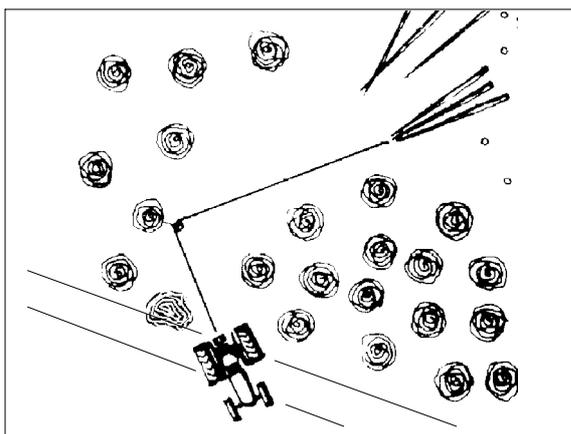

Fig. 23. Bruk en kasteblokk for å unngå å vinsje sidelengs.
1. Velg en horisontal rute med hardt underlag for skrensingen for traktoren. Unngå bratte bakker, spesielt når du vinsjer fra siden. Sjekk at vinsjsporet er klarert og at brekket i traktoren er på. Ikke la traktoren gå på tomgang mens du vinsjer. Maksimum P.T.O. fart er 540 rpm. Se til at tømmerstokkene kan dras fritt. Vær ekstra på vakt når du jobber i bakker. Unngå at vinkelen overskrider 30 grader, når du vinsjer på sidene. Om nødvendig, fest en kasteblokk til et tre. (Se fig. 23.)